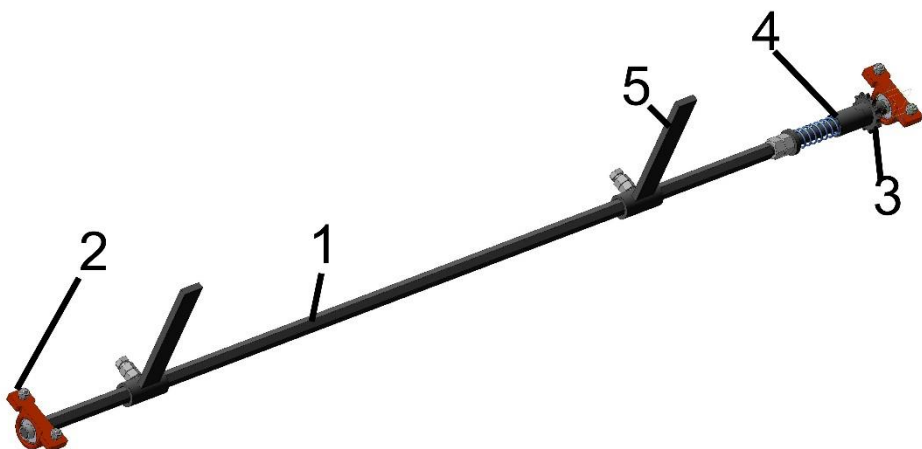
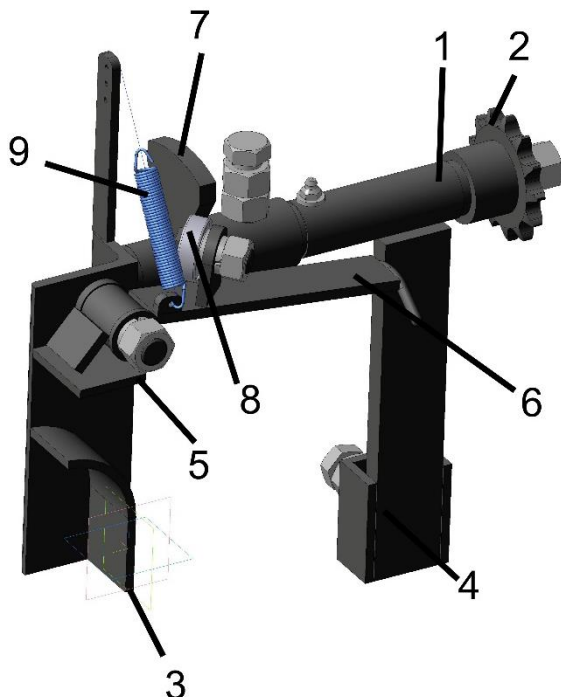

Рисунок 3 – Вал приводной
Рисунок 4 – Механизм установки дуг
3.4 Приводной вал 1 (рисунок 3) установлен на раме в корпусах подшипников 2. Для передачи вращения от колеса на валу установлена звёздочка 3 и предохранительная муфта 4, которая обеспечивает возможность передачи вращения только в одном направлении. На валу размещены регулируемые по ширине кронштейны 5 для установки левого и правого механизмов установки дуг. Регулировка осуществляется в зависимости от длины применяемого прутка смещением кронштейнов вдоль вала.
3.4 Механизм установки дуг (рисунок 4) крепится на кронштейнах приводного вала на направляющей 4 и предназначен для придания пруткам формы дуги и установки их в почву. Состоит из приводного вала 1 со звёздочкой 2, захватов 3 и 5, формователя дуги 6, эксцентрика 7 с роликом 8 и возвратной пружины 9.
При движении машины вперёд вращение от приводного колеса через приводной вал и кронштейны 5(рис.3) передаётся на механизм установки дуги. Во время движения механизм осуществляет захват прутка из подающего механизма, вращающийся вал 1 (рис.4) с эксцентриком 7 воздействует на ролик 8, формователь 6 перемещается вниз до придания прутку необходимой формы дуги. После установки дуги в почву возврат механизма в исходное положение осуществляется пружиной 9.